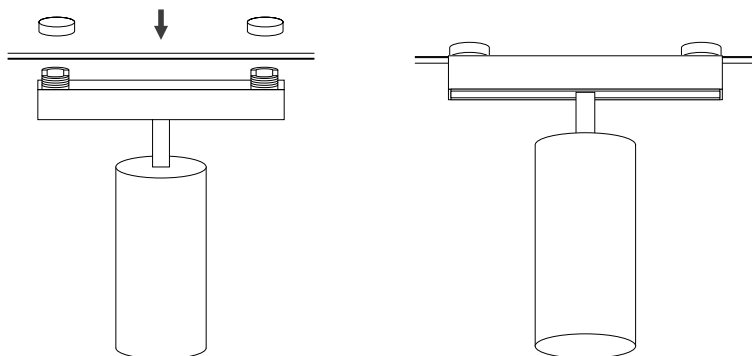

Рис. 2. Установка светильника
- 3.2. Устройство крепления выполнено в виде завинчивающегося фиксатора с правой резьбой, который накручивается на верхнюю часть корпуса светильника. Открутите верхнюю часть фиксатора у светильника, тем самым освободив установочное пространство. Установите светильник в необходимом месте токопроводящего ремня и зафиксируйте его, закрутив верхнюю часть фиксатора светильника, как показано на рис. 2.